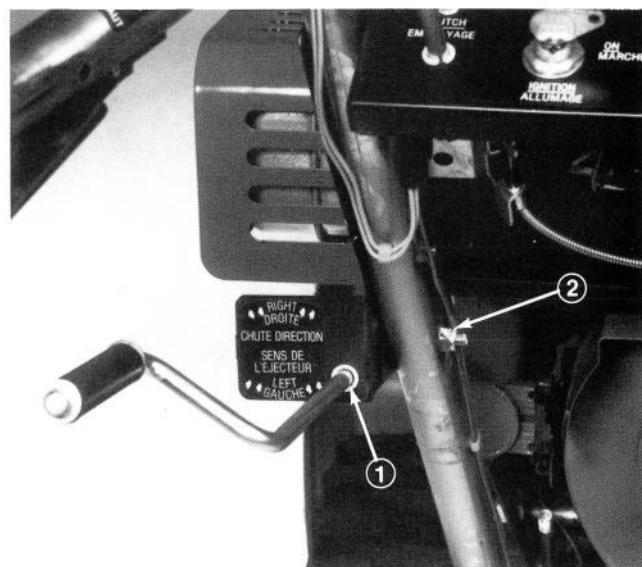
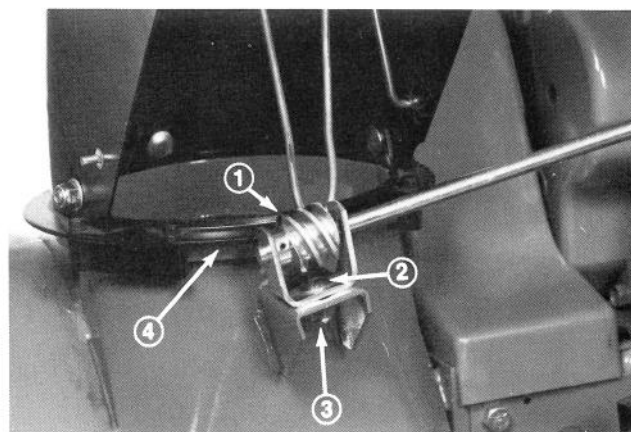

Fig. 3
Fig. 4
4. Monter udkastningsrørets kontrolhåndtag og stang mod håndtagets venstre side med skrue og møtrik (Fig. 3), men stram ikke møtrikken.
5. Smør snekehjulet med kuglelejerfedt nr. 2 (Fig. 4). Snekehjul og gear skal derefter monteres på oversiden af monteringsbeslaget med bolt med firkantet hals, pyramidalskive og låsemøtrik (Fig. 4). Spænd ikke møtrikken.
6. Pres snekkegearet fast mod tænderne i tandkransen og spænd møtrikken (Fig. 4). Spænd også møtrikken som holder udkastningsrørets monteringsbeslag fast mod håndtaget (Fig. 3). Afprøv opstillingen ved at dreje udkastningsrøret med kontrolhåndtaget. Gentag hvis nødvendigt.